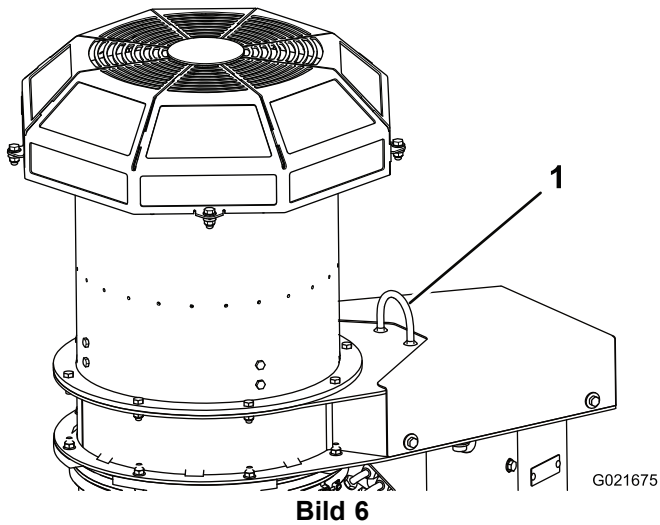

Bild 6
- Nehmen Sie den Riemen von der Palette ab und befestigen ihn an der Hebeschleufe am Bläser (Bild 6). Heben Sie den Bläser an, bis der Riemen stramm ist.